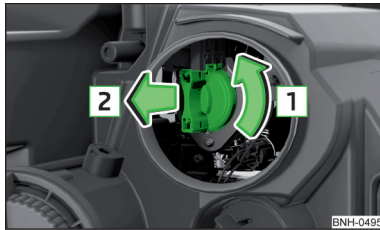

Abb. 276
- › Die Fassung mit der Glühlampe in Pfeilrichtung **1** drehen » Abb. 276.